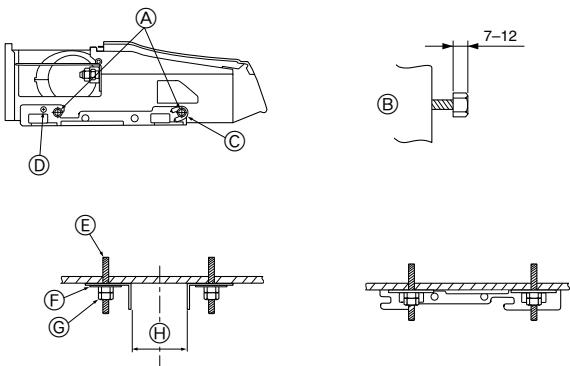

Fig. 3-7
2) Installazione in primo luogo della staffa di sospensione sul soffitto (Fig. 3-7)